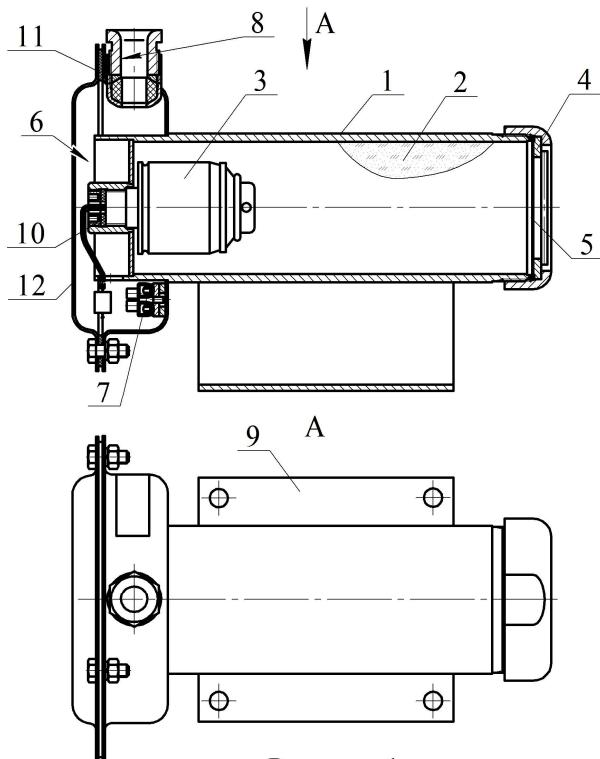

Рисунок 1
МПП (см. рисунок 1) состоит из корпуса 1, в котором размещаются огнетушащий порошок (ОП) 2 и источник холодного газа (ИХГ) 3. В передней части корпуса находится насадок-распылитель 4, выходное отверстие которого перекрыто мембраной 5.
**2.1.3** Через резиновую прокладку **11** (см. рисунок 1) на корпус МПП установить крышку **12** и закрепить соединение гайками.